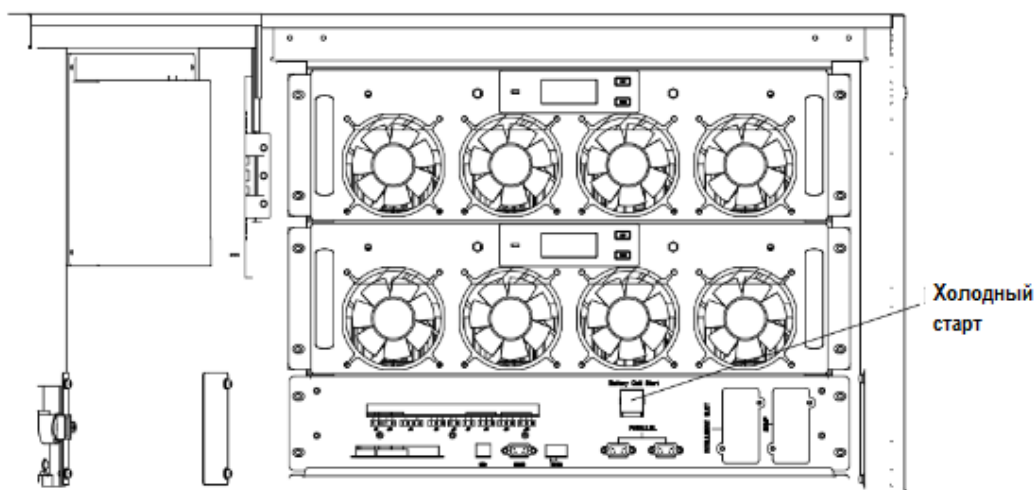

Рисунок 4-1 Расположение кнопки «холодного старта»
2. Нажмите красную кнопку «холодный старт» (см. рисунок 4-1), после чего система начнет питаться от аккумуляторной батареи.